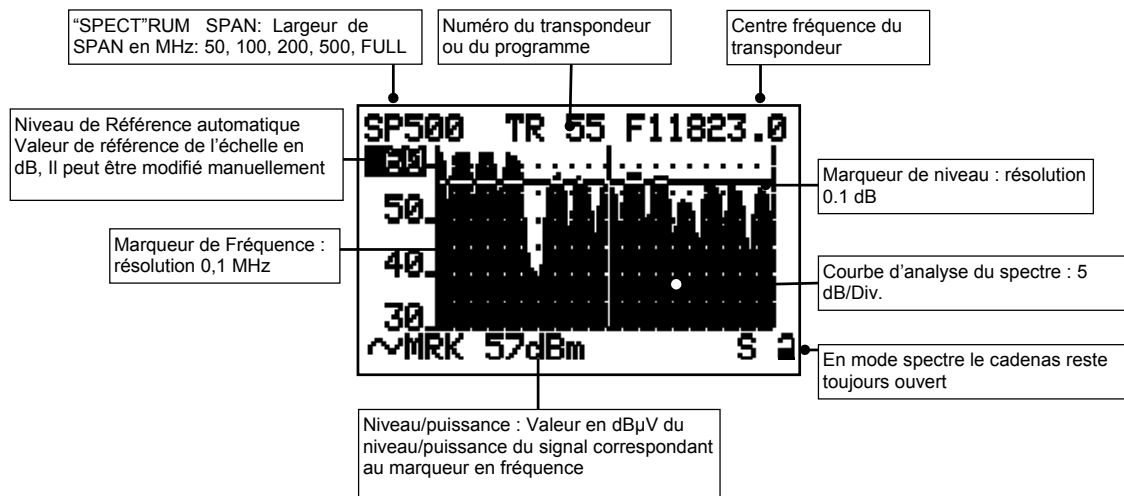

Fig. 14.1 Spectre de transpondeurs d' ASTRA avec un Span de 500 MHz.
- Avec la MOLETTE [6] il est possible de sélectionner et de modifier les champs suivants (Voir fig. 14.1): SPAN, numéro du transpondeur ou du programme, fréquence, niveau de référence. Le champ sélectionné sera sur fond noir